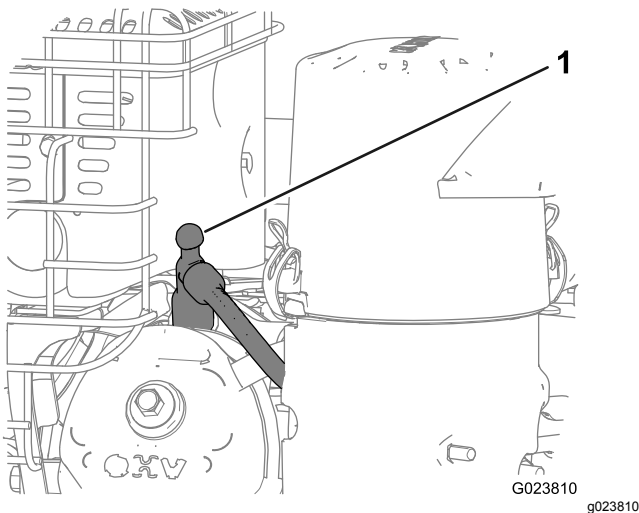

Figure 31
4. Débranchez et éloignez le fil de la bougie pour éviter tout risque de démarrage accidentel (Figure 31).